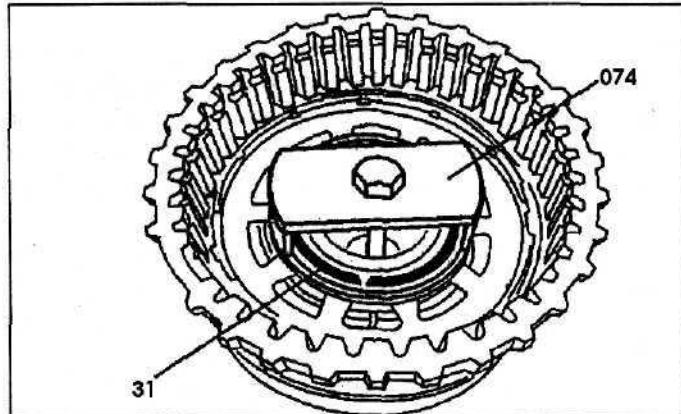
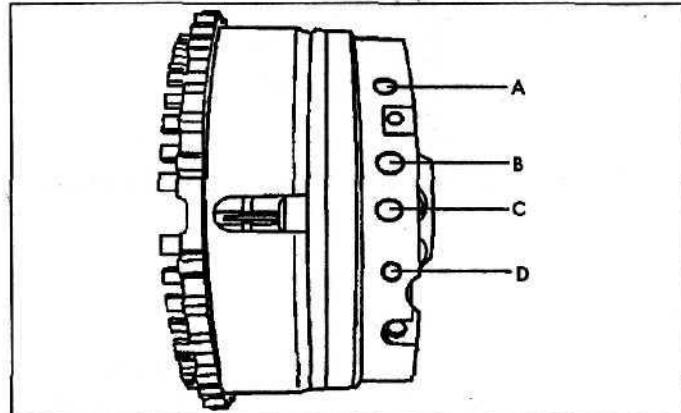

Рис. 64.
Рис. 66.
2. Удалите из внешнего барабана тормоза В2 комплект фрикционных дисков (134) и тарельчатую пружину (134б). Проверьте фрикционные диски на предмет их подгорания и износа.
3. Для удаления стопорного кольца установите на тарельчатую пружину (29) приспособление (074) и затяните болт (рис. 64).
4. Удалите стопорное кольцо (31).
5. Удалите упругое кольцо (30) и тарельчатую пружину (29).
6. Удалите нажимное кольцо поршня (28) и поршень дискового тормоза В2 (27) из внешнего барабана (14а). Для этого следует подать сжатый воздух в отверстие D (рис. 66).
7. Вытащите нажимное кольцо (28) из поршня тормоза В2 (27).
8. Удалите направляющий поршень (32) из внешнего барабана тормоза В2 (14а). Для этого следует подать сжатый воздух в отверстие А (рис. 66).